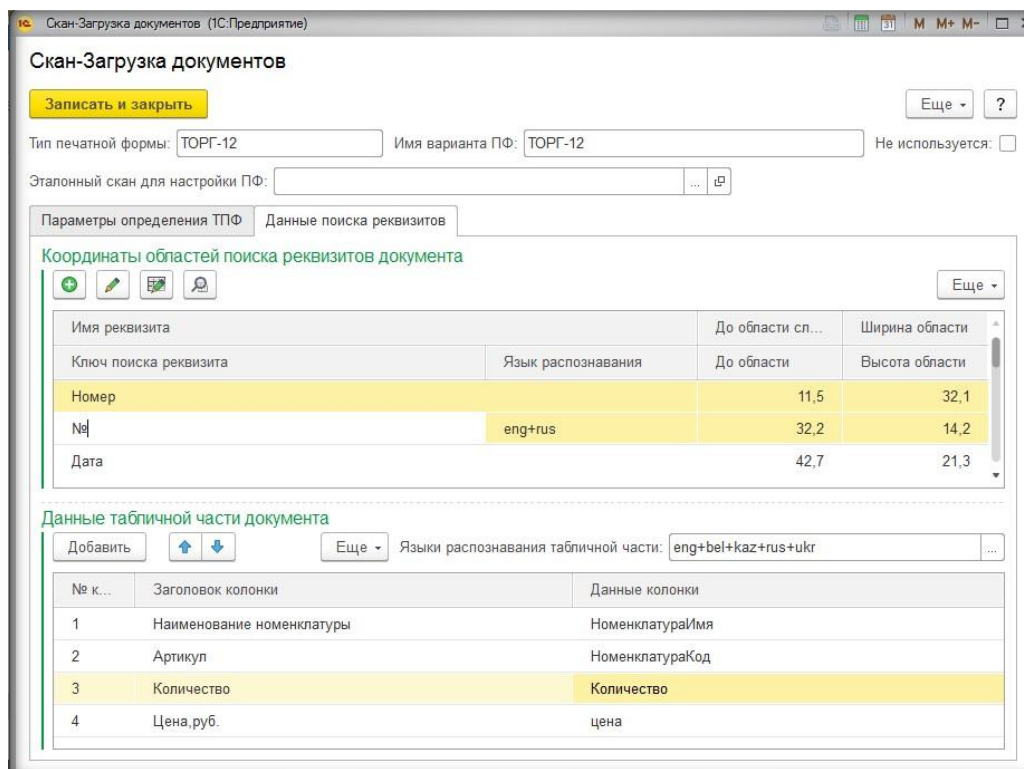

Рис. 82 Данные поиска реквизитов
- При объединении двух вариантов типов печатных форм объединяются и табличные части документов (Рис. 82). Таким образом, используя объединенное правило, программа может осуществить подбор элементов (наименований столбцов) табличной части скан-образа, перебирая их из списка доступных.